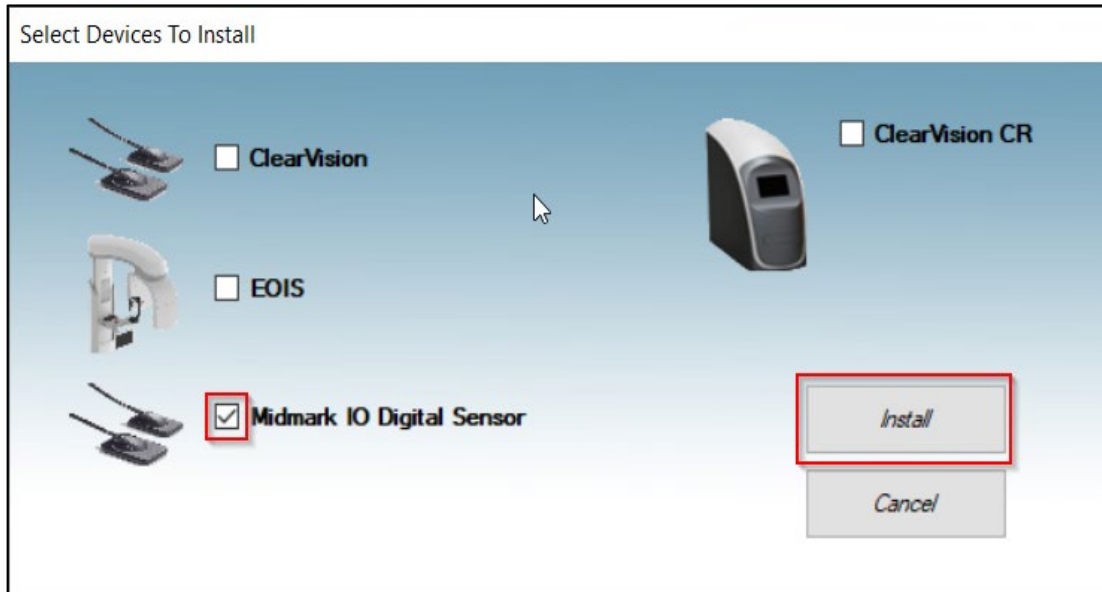

Figure 5. Sélection des familles de dispositifs à installer.
- La fenêtre contextuelle « Sélectionner les dispositifs à installer » s'affiche. Cocher l'option « Capteur numérique Midmark IO » (et, le cas échéant, toute autre famille de dispositifs qui doivent être pris en charge par le logiciel d'imagerie). Un bouton « Installer » s'affiche alors. Cliquer sur celui-ci. Voir la figure 5 ci-dessous.